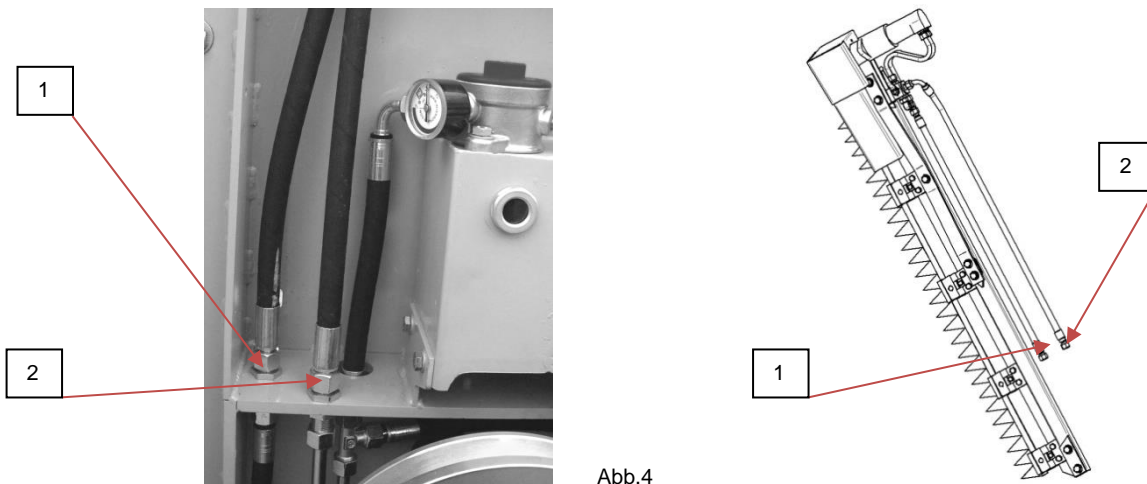

Abb.4
- Anstelle der demontierten Röhre (U) die hydraulischen Leitungen festschrauben. (Abb.4) Die Adressenübereinstimmung der Leitungsendstücke und Klemmen 1-1, 2-2 bewahren.